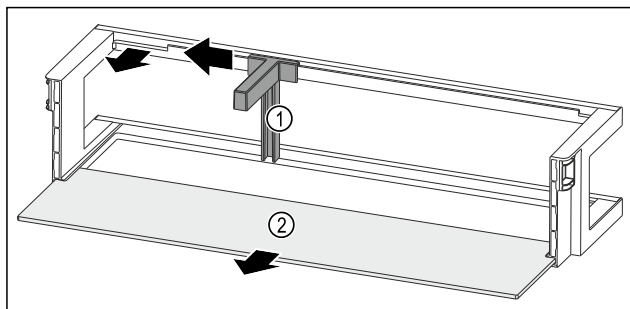

Fig. 249 Rafti i derës me mbajtëse për shishe dhe raft mbajtës
- Shtyni mbajtësen e shisheve Fig. 249 (1) anash deri te foleja.
- Hiqni mbajtësen e shisheve Fig. 249 (1).
- Hiqni raftin mbajtës Fig. 249 (2).